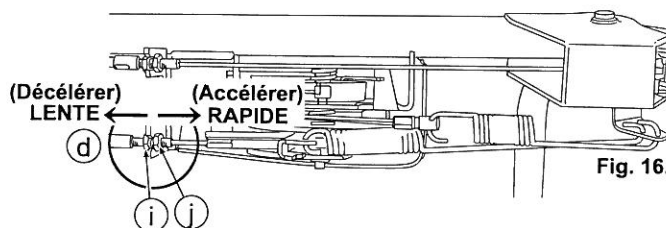

Fig. 16.
- 1 Lorsqu'un réglage est nécessaire, desserrez l'écrou de verrouillage (j) du câble de contrôle de vitesse HST (d), puis tournez le régleur (i) comme indiqué sur la Fig. 16.
- 3 Démarrez le moteur et vérifiez que la vitesse de rotation change lorsque vous activez le Levier de changement de vitesse (D).